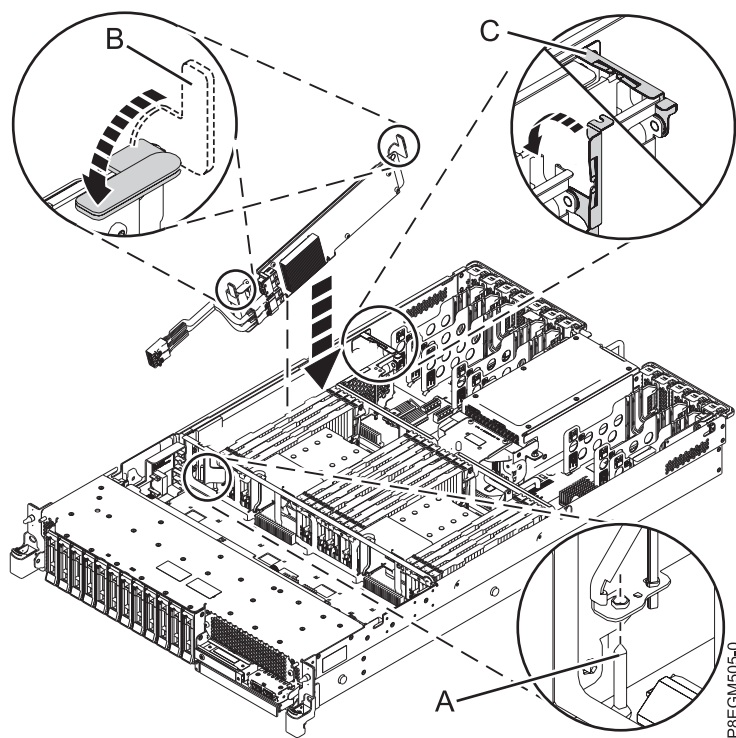

図 5. PCIe3 x8 SAS RAID 内部アダプター 6 Gb のスロット P1-C15 への取り付け
17. SAS RAID アダプターを完全に設置して、このアダプターの取り付けを完了します。アダプターが配置ピン (A) に取り付けられていることを確認します。カードの上部中央の端を押し下げて、システムのバックプレーン・コネクタにしっかりと取り付けます。7 ページの図 5 を参照してください。
18. 青いハンドル (B) を図に示されている方向に押します。7 ページの図 5 を参照してください。
19. 図に示す方向に、ケーブル保持ブラケット (C) を押します。7 ページの図 5 を参照してください。